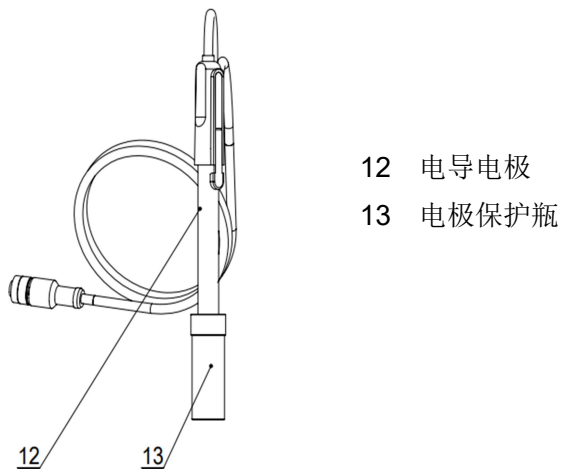

图 4-3 电极示意图
- 1) 将电导电极（12）（图 4-3）安装在电极架（5）上。